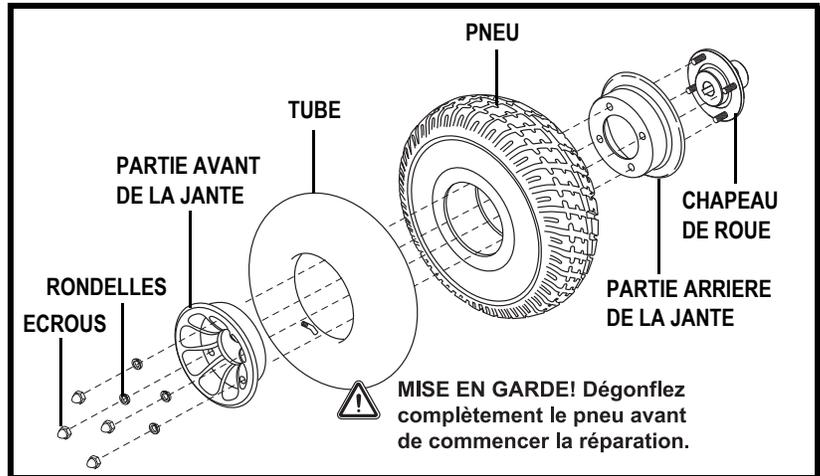

Figure 28. Roue motrice du Quantum 1103 Ultra (démontée)
6. Retirez les écrous et les rondelles qui retiennent les deux côtés de la jante ensemble. **Voir la figure 28.**